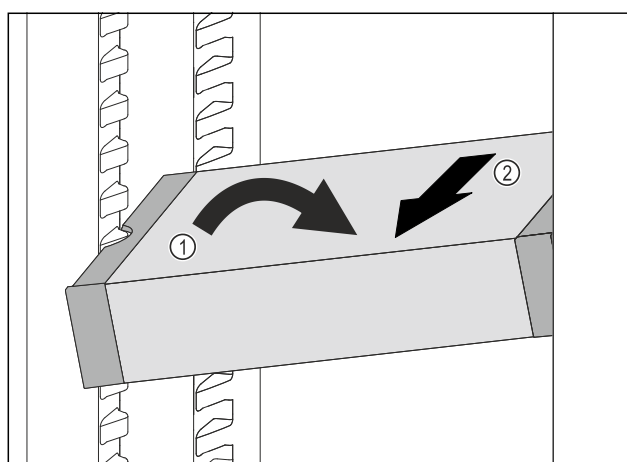

Fig. 117
- ▶ VarioSafe postavte v chladničce šikmo. Fig. 117 (1)
- ▶ VarioSafe odeberte směrem dopředu. Fig. 117 (2)